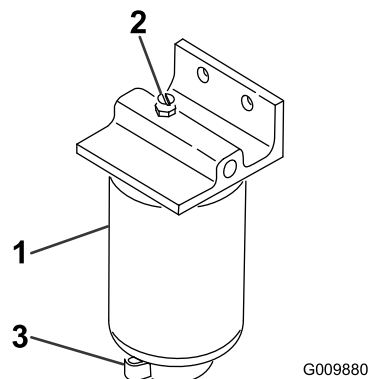

Figura 46
2. Afloje la válvula de vaciado en la parte inferior del cartucho del filtro (Figura 46).
1. Limpie la zona de montaje del cartucho del filtro (Figura 46).